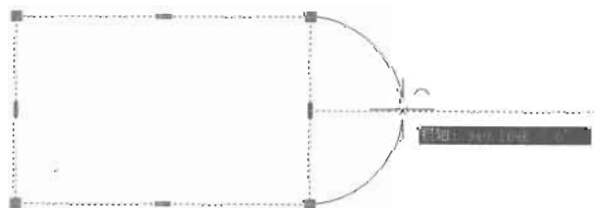

图 4-73
(3) 将鼠标水平向右移动, 然后在命令行中输入 1000 并按 Enter 键, 即可将矩形的边转换为半径为 1000 的圆弧, 如图 4-73 所示。